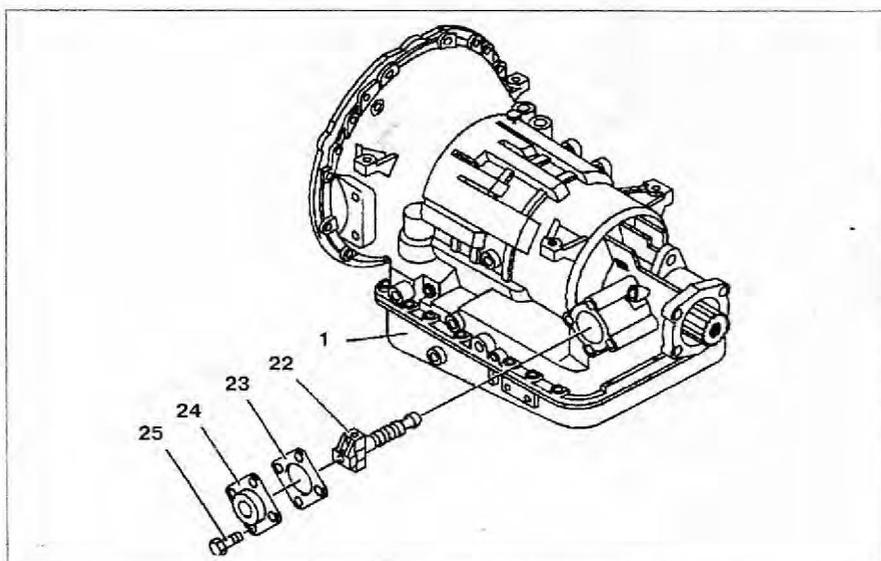

Рис. 4.99. Центробежный регулятор:
2. Отсоедините крышку **24** центробежного регулятора (рис. 4.99).